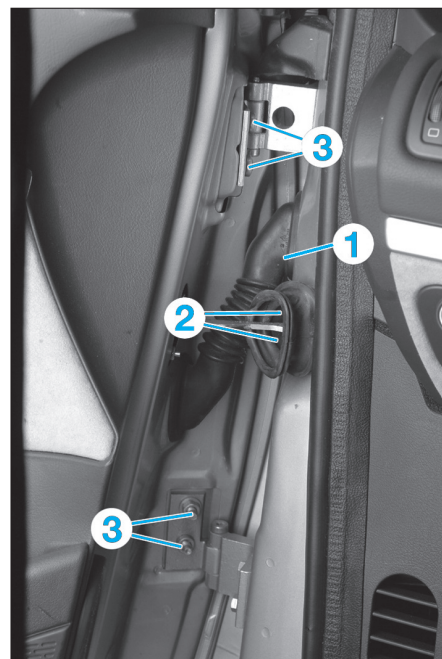

Fig. 27
- Dégager le passe-câble (1) et débrancher le connecteur électrique de la porte (Fig.27).
- Déposer les 2 vis de fixation (2) du limiteur d'ouverture sur le pied de caisse.
- Maintenir la porte à l'aide d'un autre opérateur, puis déposer les vis de charnières (3).